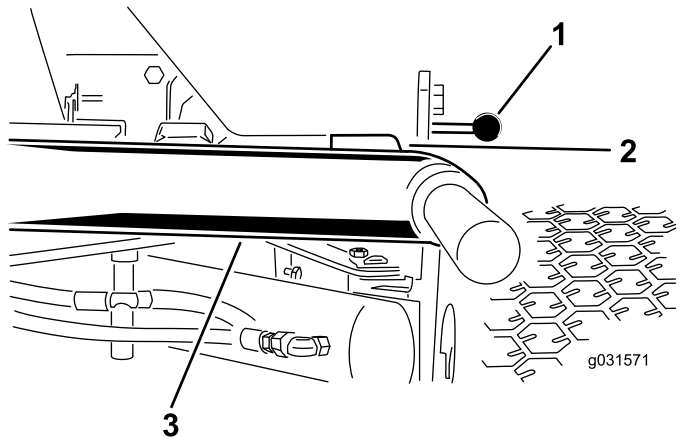

图 11
1. 启动发动机升起刀组确保各个提升臂与底板支架之间的间隙介于 58mm 之间如图 11 所示。